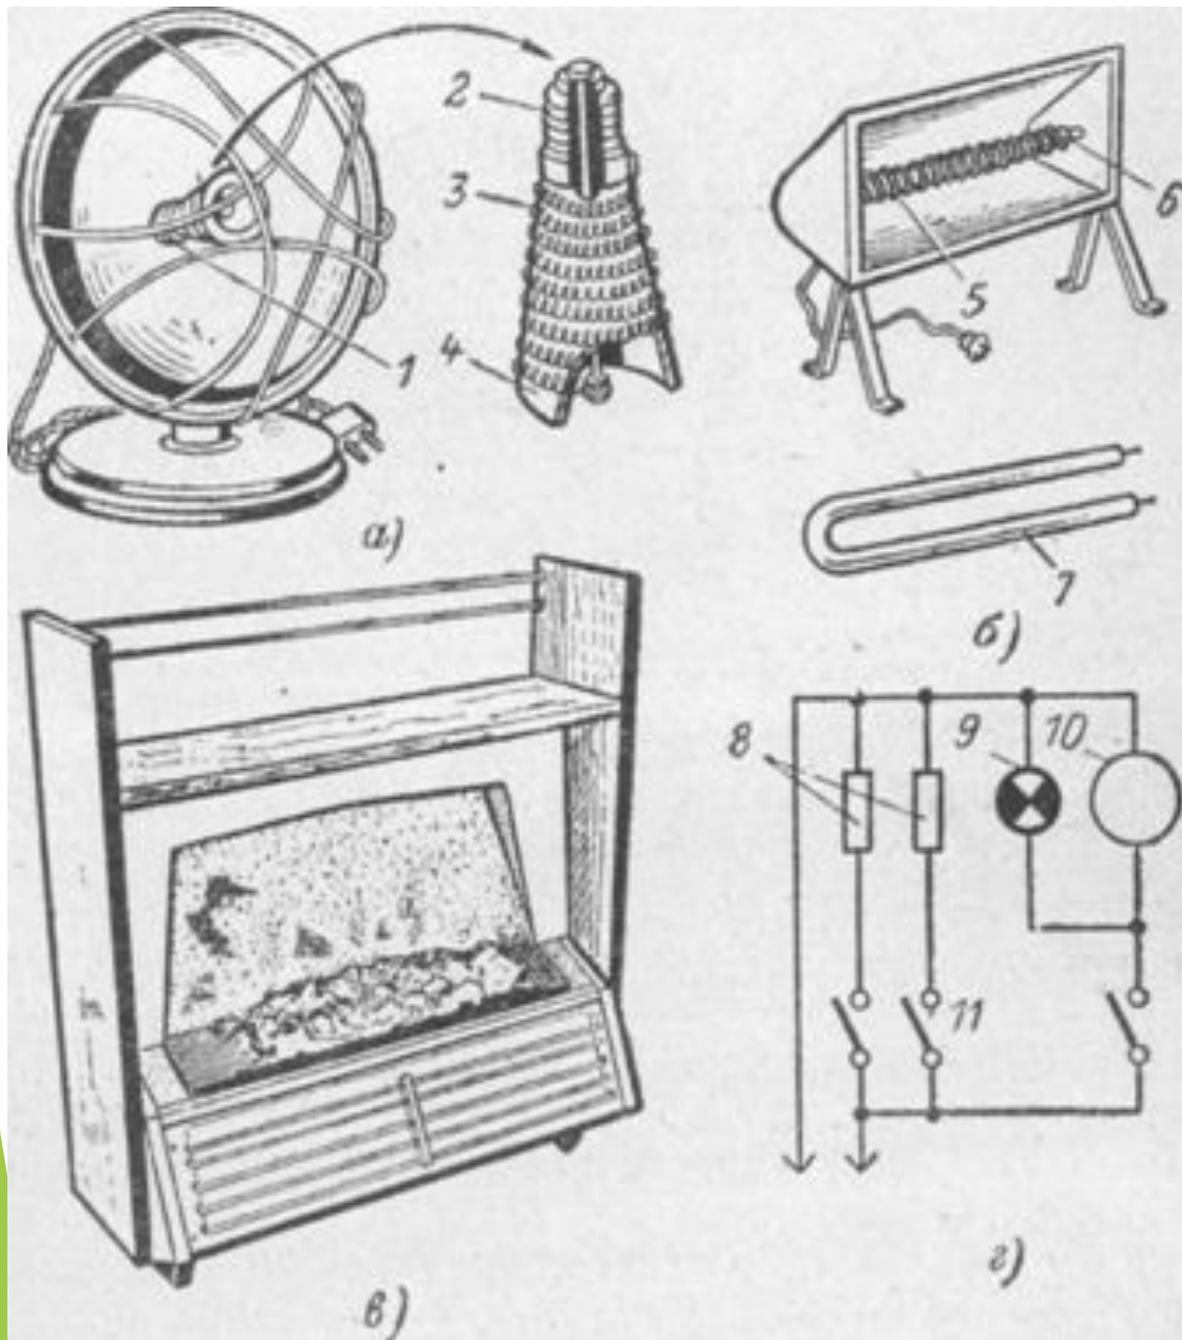

Рис. 5. Отопительные приборы
Распространены нагревательные приборы с тремя степенями нагрева. Схема прибора показана на рис. 5, г. У таких приборов есть две спирали, которые с помощью переключателя П можно либо отключить, либо включить тремя способами: обе спирали включаются последовательно— их сопротивления складываются ($R+R$), ток уменьшается вдвое, а мощность — вчетверо; включается одна спираль ® ; включаются две спирали, соединенные параллельно ($R/2$), и дают двойную мощность.
В отопительном рефлекторе (рис. 5, а) спирал размещена на полом керамическом конусе, заканчивающемся цоколем; цоколь ввинчивается в патрон.
В электрическом камине простейшей конструкции (рис. 5,б) спираль навита на изолированный стержень. В современных электронагревательных приборах широко распространены закрытые трубчатые нагреватели, со спиралью, заключенной в трубку, заполненную магнезитом.
- ▶ На рис. 5, в показан электрический камин, в котором специальное устройство имитирует эффект горящего пламени. На рис. 5, г видны два нагревателя, клавишный выключатель, лампа, создающая подсвет, и обмотки низкооборотного электродвигателя, приводящего в движение фасонные лопасти. Свет лампы, проходя через щели, образуемые при вращении лопастей, создает на декоративной панели (на ней изображены дрова, уголь) эффект мерцания тлеющего огня, а на вертикальной стенке — бегающих языков пламени.
Схема на рис. 7,а — двухпроводная — применяется в тех случаях, если конструкцией прибора не предусматривается заземление его корпуса. Таковы, например, приборы, которые показаны на рис. 5—7. Ими пользуются в сухих отапливаемых помещениях без повышенной опасности.